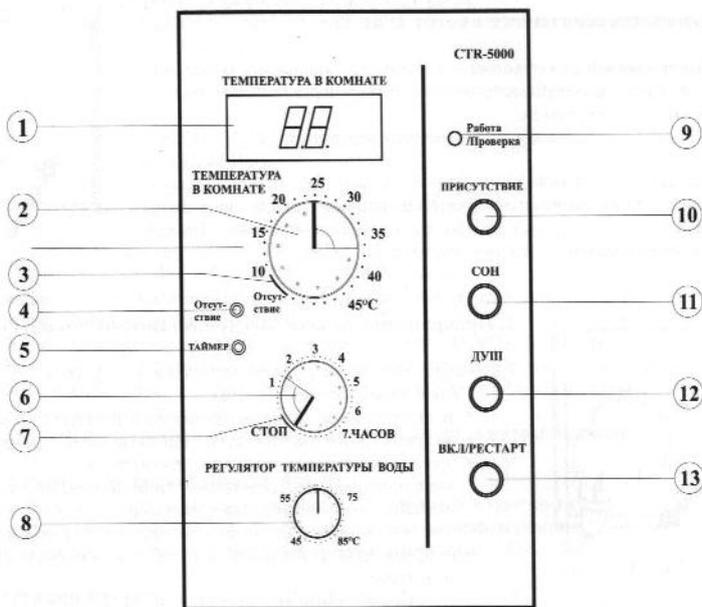

Рис. 1
- регулятор "ТЕМПЕРАТУРА В КОМНАТЕ" (Рис.1 поз.2);
- отметка на шкале регулятора "ТЕМПЕРАТУРА В КОМНАТЕ"- "ОТСУТСТВИЕ" (Рис. 1 поз.3);
- регулятор "ТАЙМЕР" (Рис. 1 поз.6);
- отметка на шкале регулятора "ТАЙМЕР"- "СТОП" (Рис. 1 поз.7);
- регулятор "ТЕМПЕРАТУРА ВОДЫ" (Рис. 1 поз.8);
- кнопка "ПРИСУТСТВИЕ" (Рис. 1 поз.10);
- кнопка "СОН" (Рис. 1 поз.11);
- кнопка "ДУШ" (Рис. 1 поз.12);
- кнопка "ВКЛ/РЕСТАРТ" (Рис. 1 поз.13).
- светодиод "ОТСУТСТВИЕ" (Рис. 1 поз.4);
- светодиод "ТАЙМЕР" (Рис. 1 поз.5);
- светодиод "РАБОТА/ПРОВЕРКА" (Рис. 1 поз.9);
- подсветка кнопки "ПРИСУТСТВИЕ" (Рис. 1 поз.10);
- подсветка кнопки "СОН" (Рис. 1 поз.11);
- подсветка кнопки "ДУШ" (Рис. 1 поз.12).
- Кнопка "ВКЛ/РЕСТАРТ" (Рис. 1 поз.13) предназначена для включения (выключения) котла.
Кнопка "ВКЛ/РЕСТАРТ" (Рис.1 поз.13) работает в двух режимах:
Светодиод "Работа/Проверка" (Рис.1; поз. 9).
Регулятор "Температура в комнате" (Рис.1; поз. 2).
Элемент прибора предназначен для установки температуры отапливаемого помещения, или для включения функции "Отсутствие" (Рис.1; поз.3). Установка температуры выполняется по шкале от 10°C до 45°C с шагом 1,0°C.
Регулятор "Таймер" (Рис.1; поз. 6).
Штатная установка этого регулятора напротив отметки "Стоп" (Рис.1; поз.7), в этом случае функция отключает "Таймер".
Регулятор "Температура воды" (Рис.1; поз.8).